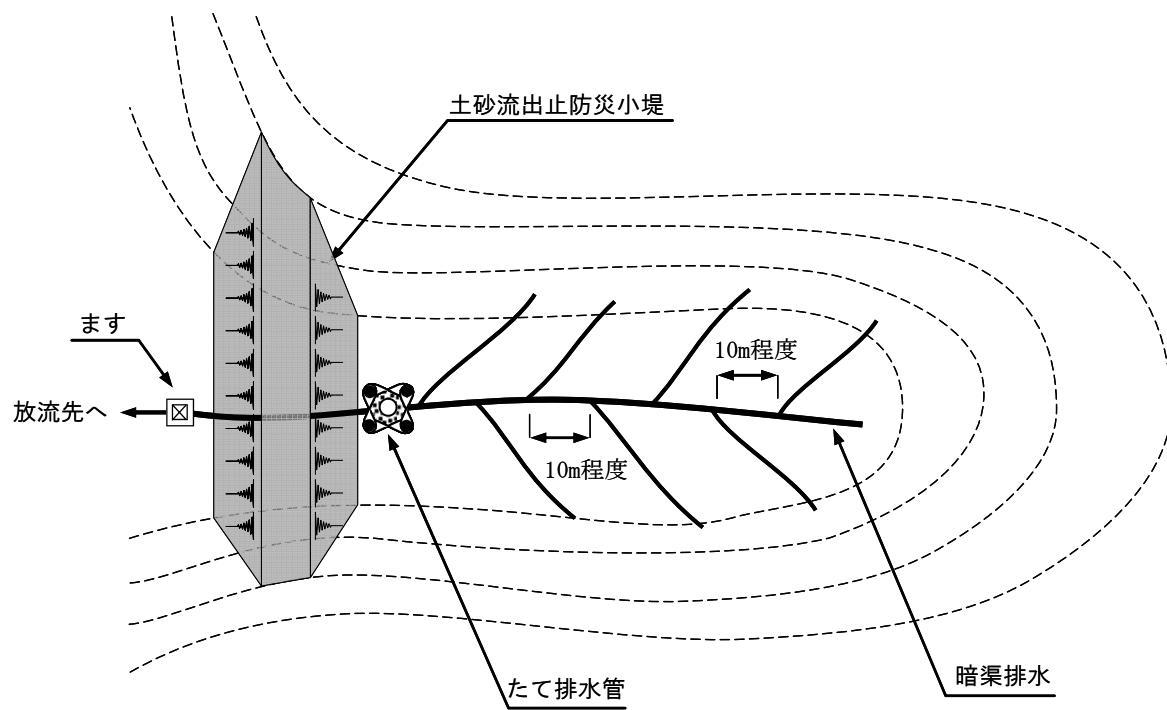
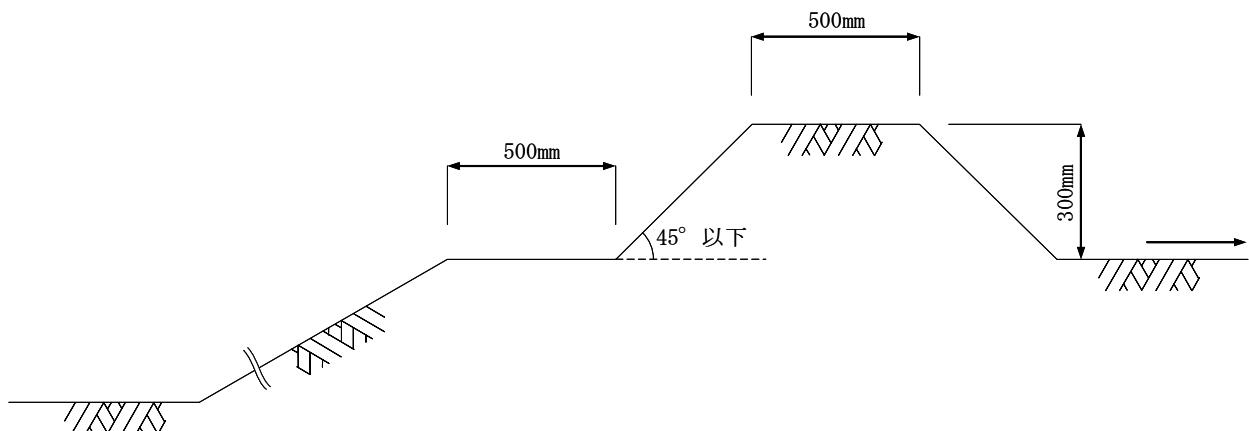

図 9-1 土砂流出止・仮排水のイメージ
図 9-4 防災小堤の勾配、寸法
- (1) 柵工、土のう工等により工事区域外への土砂及び排水の流出を防ぐこと(図9-1～図9-4)。
- (2) 工事の施工に伴う、工事区域内からの当該区域外への排水については、速やかに排水できるよう仮排水施設を設置すること。また、仮排水施設の流末等には、沈砂池、沈砂ます等を設け、水と土砂との分離に努めること。